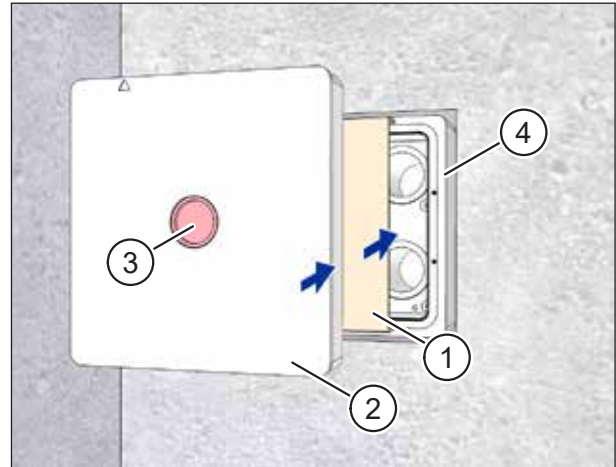

Abb. 14: Kartoneinlage und Putzschutzdeckel einsetzen
- ▶ Setzen Sie die Kartoneinlage (Pos. 1 in Abb. 14) in den Mauerkasten (Pos. 4 in Abb. 14) bis zum Anschlag ein.
- ▶ Setzen Sie den Putzschutzdeckel (Pos. 2 in Abb. 14) in den Mauerkasten (Pos. 4 in Abb. 14) bis zum Anschlag ein.
- ▶ Kontrollieren Sie, dass der rote Signaldeckel (Pos. 3 in Abb. 14) im Putzschutzdeckel sitzt.
- ▶ Kontrollieren Sie, dass der Putzschutzdeckel (Pos. 2 in Abb. 14 auf Seite 22) vor dem Einschäumen eingesetzt ist.